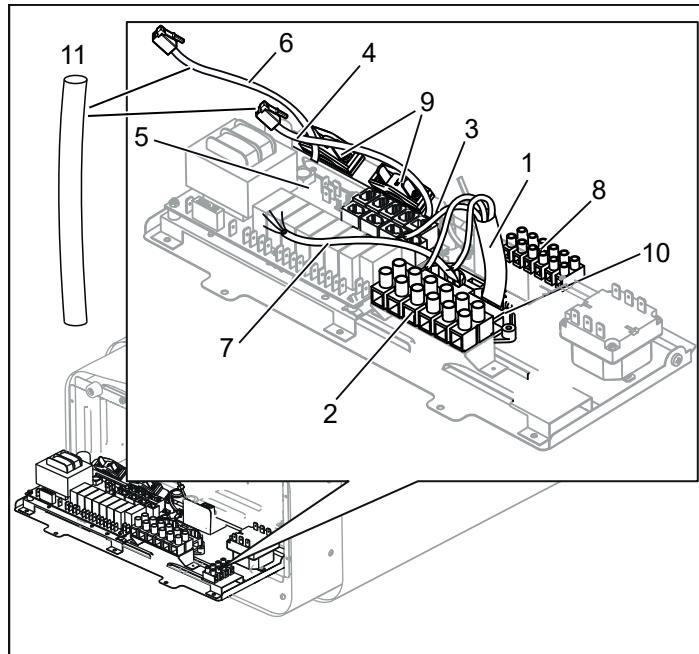
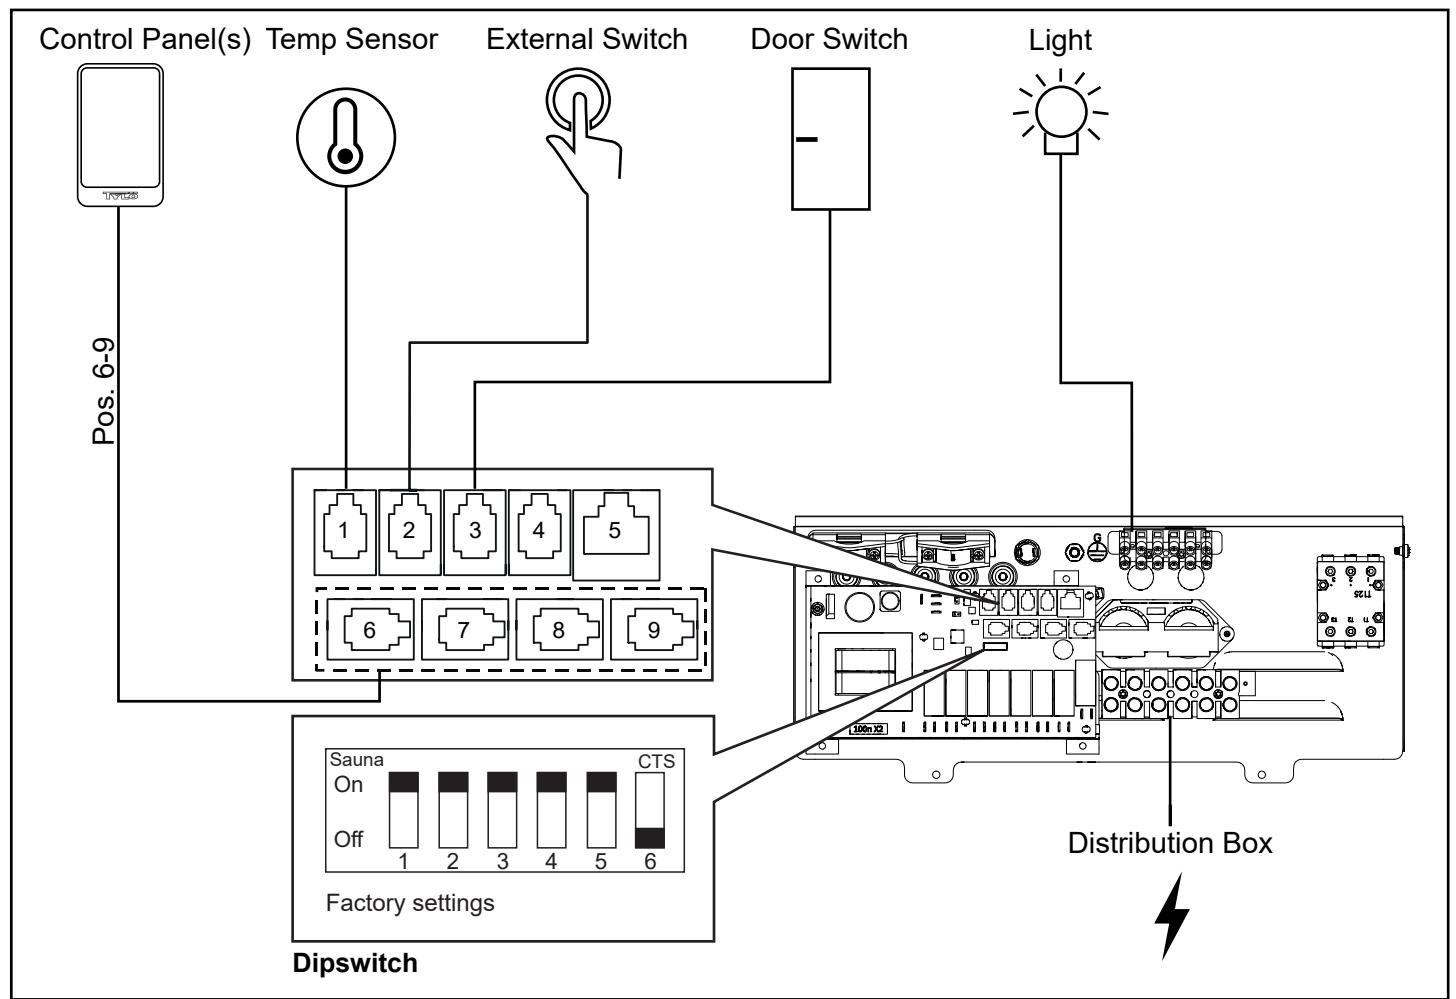

Figure 9 : Circuit imprimé
Figure 18. Schéma d'installation Sense Elite
3. Raccordez le câble électrique (voir figure 9), en suivant le schéma de raccordement (voir figure 17).
4. Acheminez les câbles du panneau de commande et de la sonde de température à travers les passe-câbles (voir figure 9). Raccordez le câble du panneau de commande à l'un des quatre connecteurs RS485 (positions 6-9) (voir figure 18).
5. Raccordez le câble de la sonde au contact NTC sur le circuit imprimé (position 1) (voir figure 18).
6. Raccordez, le cas échéant, le câble de l'éclairage (voir figure 9) en suivant le schéma de raccordement (figure 17).